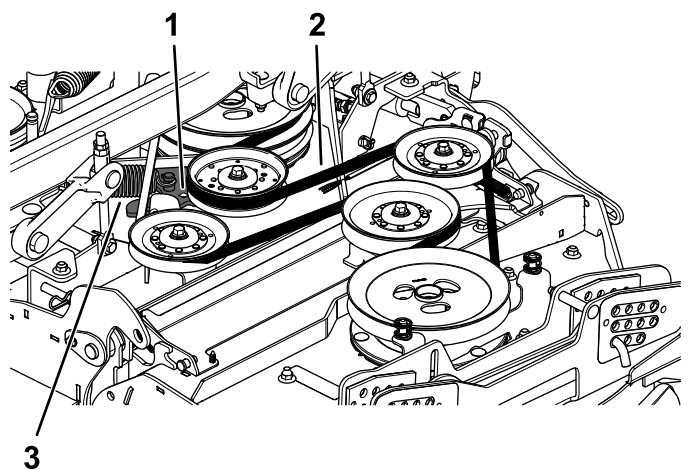

Figura 61
7. Utilizando una llave de carraca en el taladro cuadrado del brazo tensor, gire hacia atrás el brazo tensor para aliviar la tensión del muelle tensor (Figura 61).
8. Retire la correa de las poleas de la carcasa de corte (Figura 61).